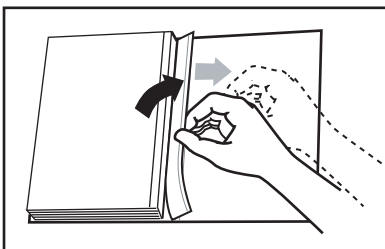

ABBILDUNG 23
9. Drehen Sie das Buch um. Öffnen Sie die Rückseite und ziehen Sie die restliche Folie ab, beginnend mit der oberen Ecke (siehe Abbildung 23).